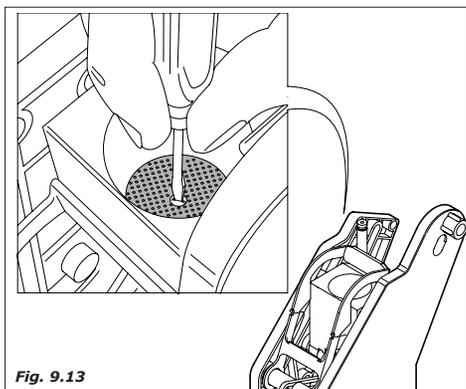

Fig. 9.13
- desparafusar o parafuso (Fig. 9.13), lavar o filtro e se for necessário, substituí-lo.